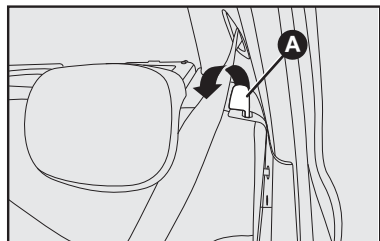
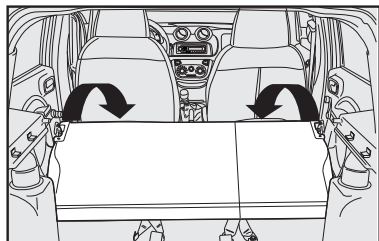

fig. 83
fig. 84
3) Desengatar o encosto, movendo as alavancas laterais **A-fig. 83**.
4) Rebater para a frente o encosto, passando os cintos pelos lados, até que este se apoie sobre o assento traseiro **fig. 84**.
O banco traseiro bipartido em algumas versões permite ampliar apenas parte do porta-malas, tendo a opção de rebater o banco individual ou duplo. Para isso, destravar a alavanca da direita ou da esquerda **A-fig. 83** e rebater para a frente o encosto e o assento **fig. 84** e **85** até obter uma única superfície de carga.
ADVERTÊNCIA: o encosto do banco traseiro pode ser colocado em duas posições, de acordo com a necessidade de mais ou menos espaço no porta-malas. Para alterar a posição do encosto, puxe a alavanca A-fig. 83.